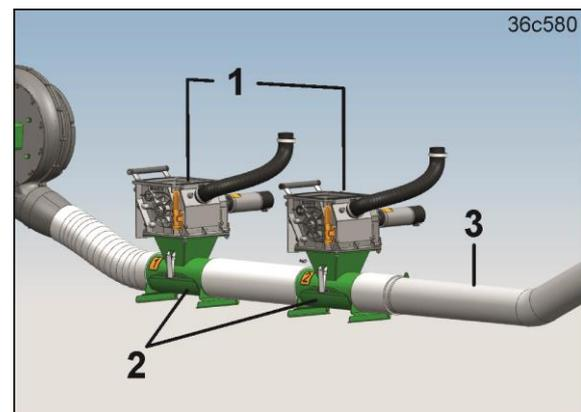

Fig. 97
- 2 Dosierer (Fig. 97/1)
- 2 Schleusen (Fig. 97/2)
- 1 Einzelförderstrecke (Fig. 97/3)